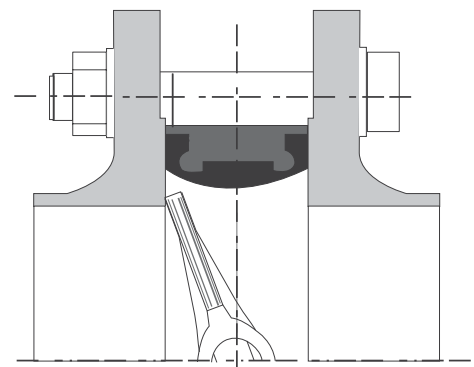

Рисунок 3. Неправильная установка
- Блокировка диска затвора (см. главу 10.1, рисунок 3).